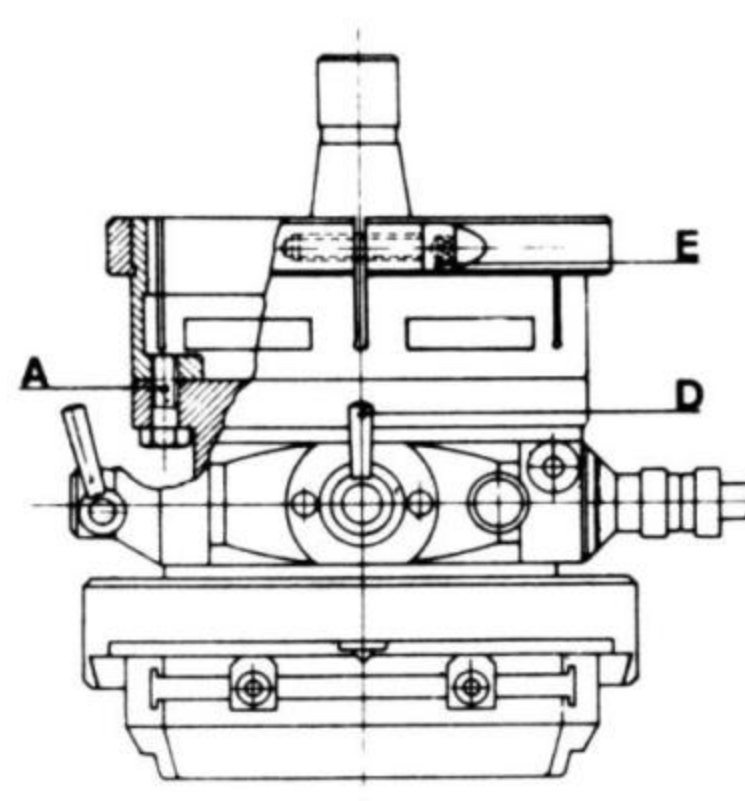

Fig. 2
- 2 - Monter le collier de fixation sur la tête moyennant les trois vis **A**, sans toutefois les visser à fond (Fig. 2)